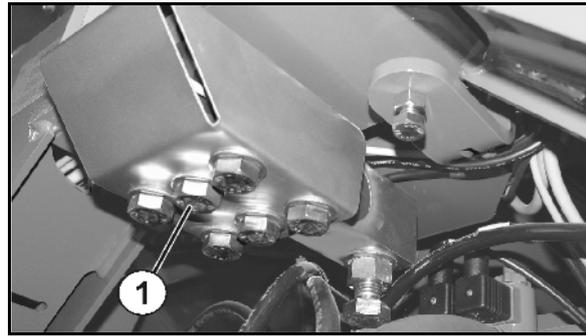

Fig. 53
- 6 Schrauben der Wiegezelle (Fig. 53/1)